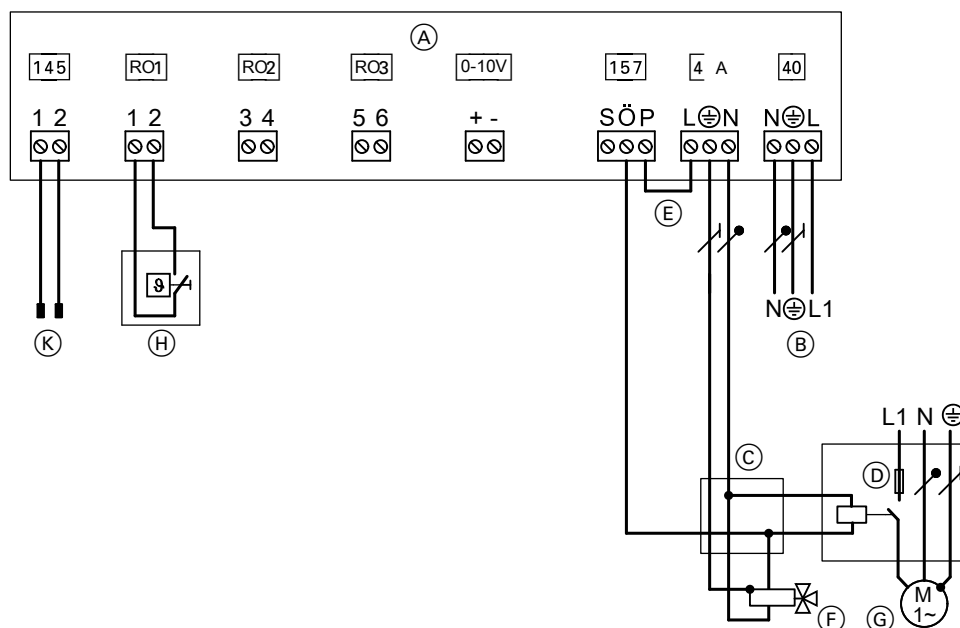

Fig. 30
- Racordurile la extensia EA1 se vor realiza **numai** conform fig. 30.